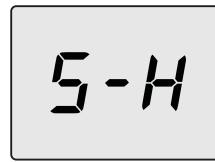

Рисунок 7.14
- При помощи кнопки 10 измените значение на **15** и нажмите для подтверждения кнопку 12. На дисплее появится символ **S-H**, сменяющийся параметром максимальной абсолютной мощности (Рисунок 7.14).